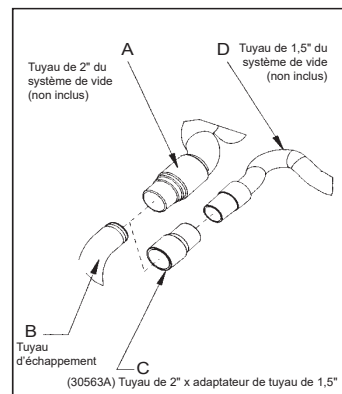

Figure 1
1. Installez l'extrémité du tuyau de 2" (figure 1, A) directement sur le tuyau d'échappement (figure 1, B).
1. Installez l'adaptateur d'extrémité de tuyau 2" x 1 1/2" (référence 30563A) (figure 1, C) sur le tuyau d'échappement (figure 1, B).
2. Insérez l'extrémité du tuyau 1 1/2" (figure 1, D) dans l'adaptateur (figure 1, C).